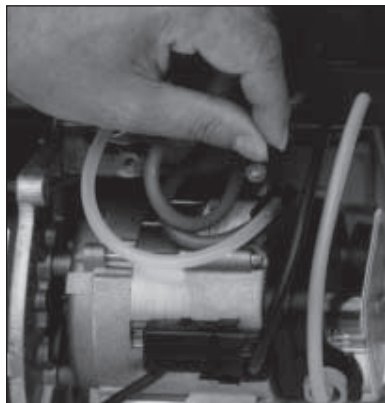

Abb. 11a
- Verschlusskappe abziehen (Abb. 11a)
- Verschlusskappe wieder aufsetzen (Abb. 11a)